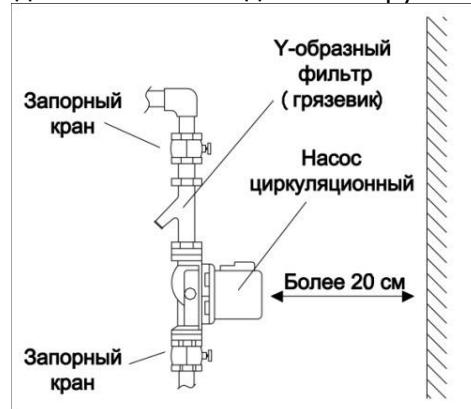

Рис.34.4
2.9. Движение потока теплоносителя должно совпадать со стрелкой, расположенной на корпусе циркуляционного насоса (рис. 34.4). Установка циркуляционного насоса на трубопроводе системы отопления должна совпадать с движением потока жидкости относительно котла (см. раздел «Способ соединения труб» настоящего паспорта).
2.12. Для защиты циркуляционного насоса от грязи системы отопления, перед входным отверстием циркуляционного насоса необходимо установить узел очистки (сетчатый фильтр, грязевик и т.п.) (рис.34.4).
2.13. Для удобства технического обслуживания, на линии трубопровода, до и после циркуляционного насоса, необходимо установить запорную арматуру (рис.34.4).